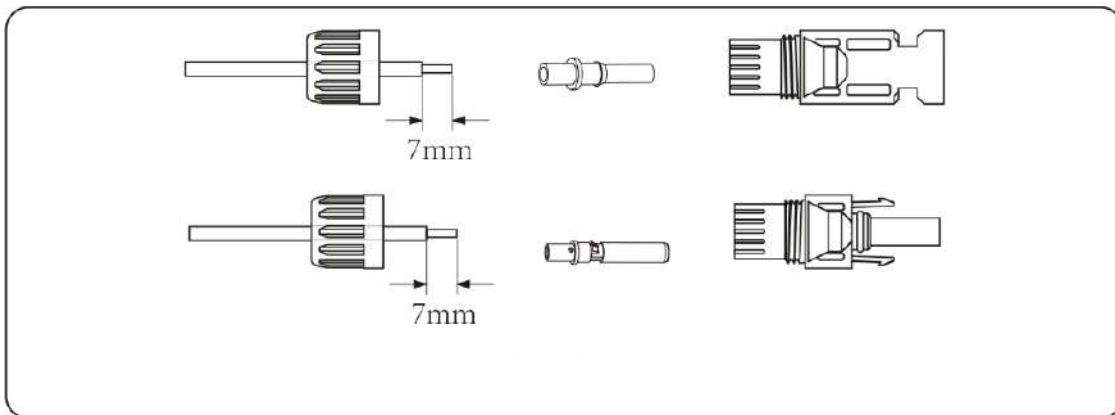

Imagen 5.3 Desmonte la tuerca de tope de conexionado
- a) Pele el cable en torno a 7m, desmonte la tuerca de tope de conexionado (ver imagen 5.3)